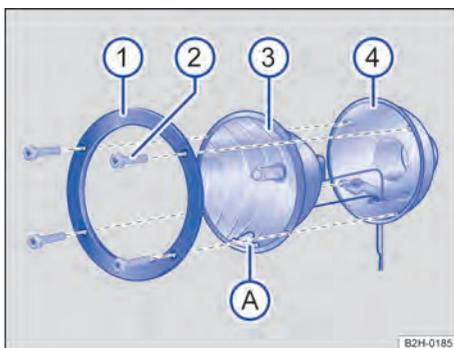

Fig. 157 Iluminação adicional no teto do veículo: desinstalar o vidro da lâmpada.
2. Soltar os parafusos com a chave das ferramentas de bordo → Fig. 157 ②.
3. Retirar o anel de suporte → Fig. 157 ① da carcaça do refletor ③.
4. Retirar a carcaça do refletor → Fig. 157 ③ com cuidado da carcaça do farol ④.
12. Colocar a carcaça do refletor → Fig. 157 ③ na carcaça do farol ④. A marca A deve apontar para baixo ⑤ → ①.
13. Colocar o anel de suporte na carcaça do refletor → Fig. 157 ①.
14. Apertar os parafusos com a chave das ferramentas de bordo → Fig. 157 ②.